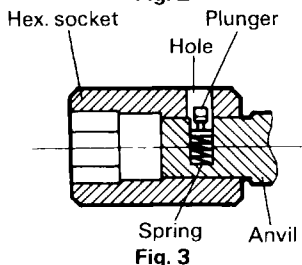

Fig. 3
(3) Plunger type (WH22SA) (Fig. 3)